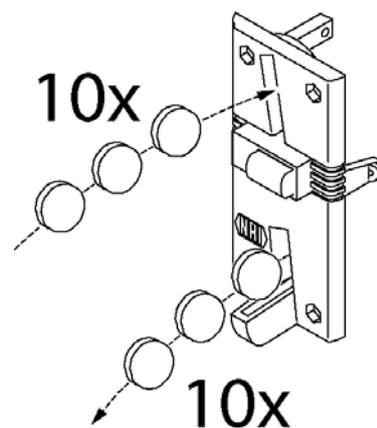

Fig. 22
2. Insérez au moins 10x un jeton (fig. 22) (pas le même 10 fois). Après insertion des 10, la bobine de blocage se déclenche une fois (à l'intérieur).